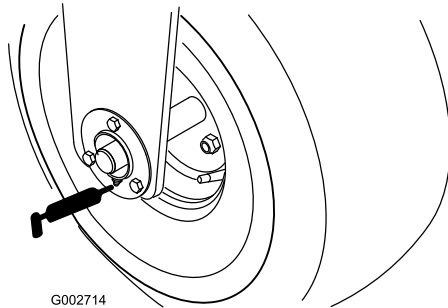

Figura 23
- Rolamento da roda dianteira (1) (Figura 23)